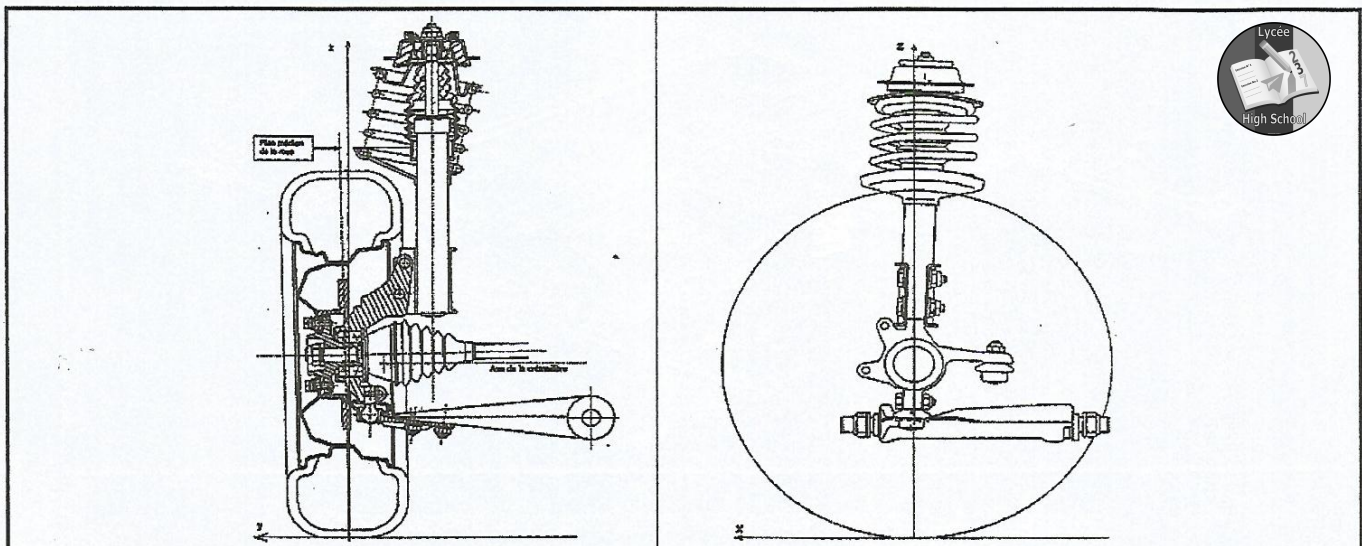

Figure 5 : Les principaux organes d'un demi-train avant
III.1.4 Après l'essai sur route du véhicule de votre client, un contrôle s'impose sur les principaux organes du train avant. La **figure 5** ci-dessous représente les principaux organes du demi-train avant de la Renault Mégane de son véhicule. Préciser quatre (04) contrôles préliminaires à faire avant d'effectuer un réglage du train roulant.
III.1.5 Représenter sur la **figure 5** ci-dessus, les angles du train avant suivants : (0.5pt x 4 = 2pts)
III.1.6 Suite à la matérialisation des angles faite à la **figure 5** ci-dessus, préciser la nature du déport au sol. (0.5pt)